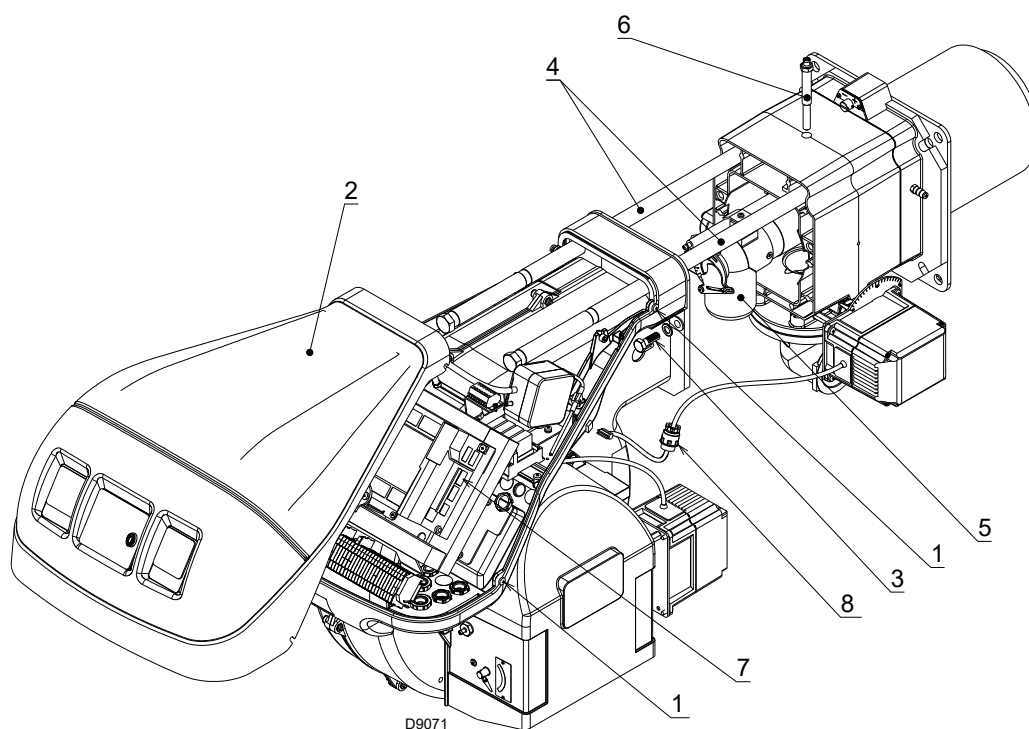

Fig. 38
Assicurarsi che i fori di fuoriuscita del gas per la fase di accensione, presenti nel distributore della testa di combustione, siano liberi da impurità o depositi di ruggine. In caso di dubbio, smontare il gomito (Fig. 38 a pag. 37).
- Allentare le 4 viti 1)(Fig. 38) e togliere il cofano 2);
- connettere la spina del servomotore 7)(Fig. 38) ed avvitare il passacavo 8);